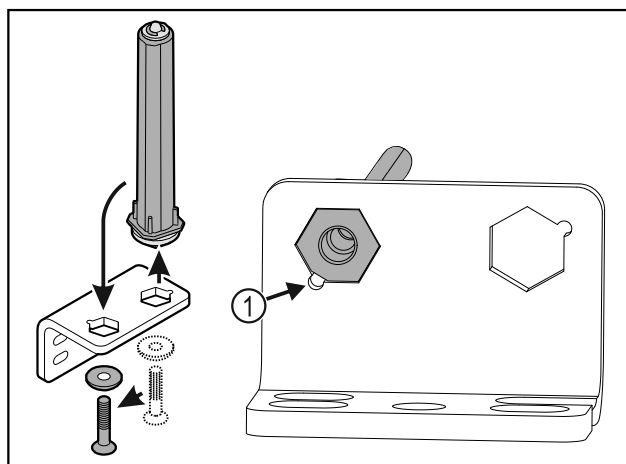

Fig. 35
- ▶ Vær derved opmærksom på, at boltens affasning Fig. 35 (1) peger mod det runde hul under isætningen.